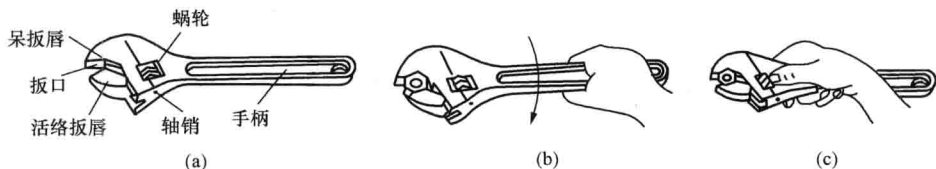

图 1-6 活动扳手的构造及其用法
(1) 活动扳手的构造和规格。活动扳手由头部和柄部组成，头部由活动扳唇、呆扳唇、扳口、蜗轮和轴销等构成，如图 1-6 (a) 所示。旋动蜗轮可调节扳口大小。活动扳手的规格以长度×最大开口宽度来表示，电工常用的活动扳手有 150mm×19mm (6in)、200mm×24mm (8in)、250mm×30mm (10in) 和 300mm×36mm (12in) 四种规格。
1) 扳动大螺母时，常用较大的力矩，手应握在手柄尾处，如图 1-6 (b) 所示。
2) 扳动较小螺母时，所用力矩不大，但螺母过小易打滑，手应握在接近扳头的地方，如图 1-6 (c) 所示，这样可随时调节蜗轮，收紧活动扳唇，防止打滑。